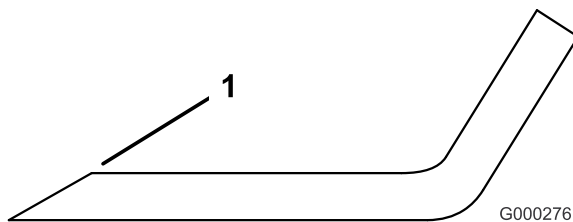

Figura 21
1. Affilate il tagliente da entrambe le estremità della lama (Figura 21). Rispettate l'angolazione originale. La lama conserva il proprio equilibrio soltanto se viene rimossa una quantità uguale di materiale da entrambi i taglienti.